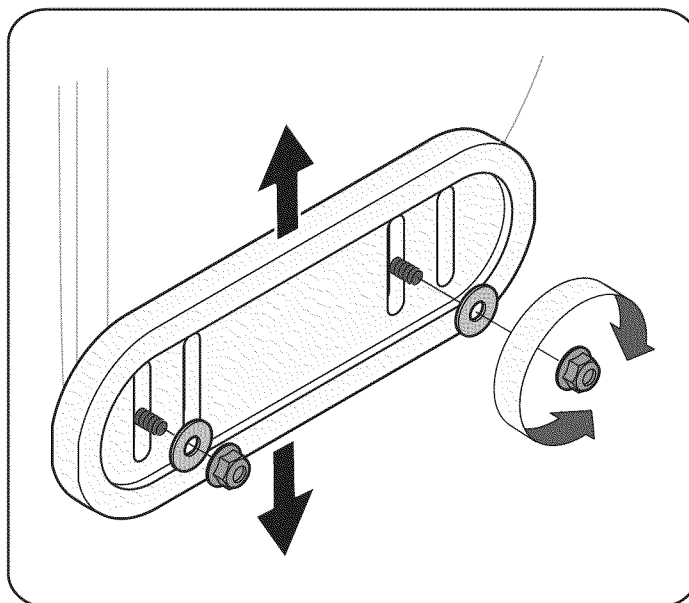

Figura 8
1. Afloje las cuatro tuercas hexagonales (dos en cada lado) y los pernos del carro. Mueva las zapatillas antideslizantes a la posición deseada. Vea la figura 8.